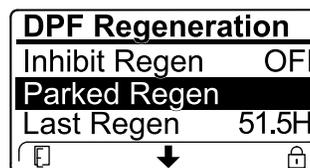

Рисунок 52
- Если компьютер двигателя запрашивает или выполняет восстановительную регенерацию, а вы перейдете вниз к опции PARKED REGEN (СТАЦИОНАРНАЯ РЕГЕНЕРАЦИЯ), стационарная регенерация будет заблокирована и в нижнем правом углу дисплея инфо-центра появится значок «Замок» (Рисунок 52).